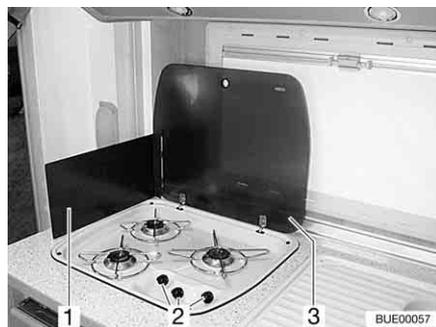

Fig. 180 Fogão a gás
Uma proteção térmica (Fig. 180,1) protege os móveis que se encontram na proximidade do fogão a gás.
- Abra a tampa do fogão a gás (Fig. 180,3).
- Rode o regulador rotativo (Fig. 180,2) do bico que pretende acender para a posição de ignição (chama grande).